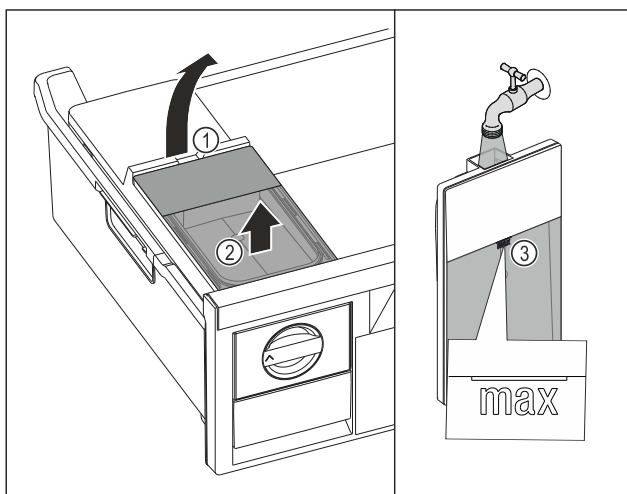

Fig. 109
- Emelje fel a víztartályt a kivágásnál Fig. 109 (1).
- Felfelé vegye ki a víztartályt. Fig. 109 (2)
- Ivóvízzel tölts fel a jelölésig Fig. 109 (3) a víztartályt.